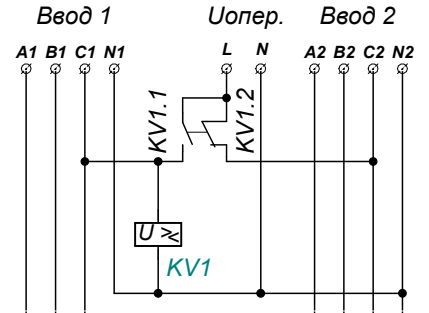

Рис.8 Схема получения оперативного питания с использованием реле напряжения
5.2.1. Схема получения оперативного питания с использованием реле напряжения приведена на рис.8.